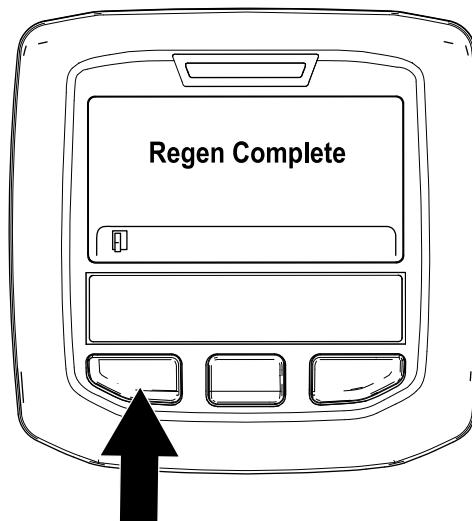

Figura 56
9. La regeneración con la máquina aparcada ha finalizado cuando se muestra el mensaje “Regen Complete” (Regeneración completada) en el InfoCenter. Pulse el botón de la izquierda para salir a la pantalla de inicio (Figura 56).